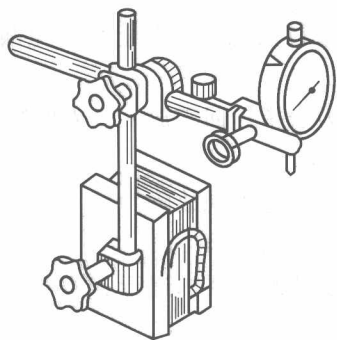

图 1-14 百分表安装
1) 如图 1-14 所示, 先将百分表固定在表架(支架)上, 以测杆端量头抵住被测工件表面, 并使量头产生一定的位移(即指针存在一个预偏转值)。